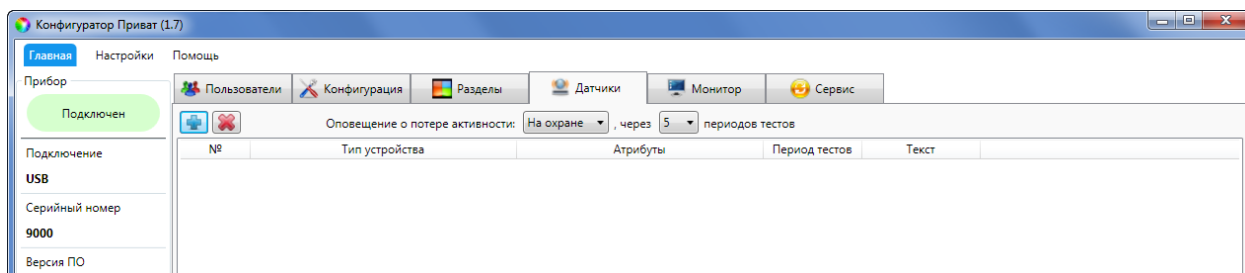

Рис. 5.25. Вкладка *Датчики*
1. На вкладке *Датчики* нажмите кнопку  (Рис. 5.25).